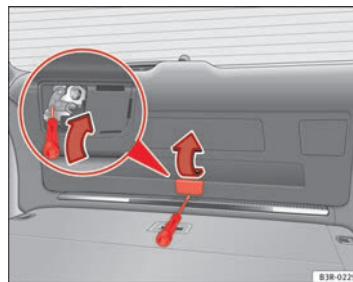

Fig. 76 Detalle del portón trasero: dispositivo de desbloqueo de emergencia
- Abra la cubierta ⇒ fig. 76 -flecha-.